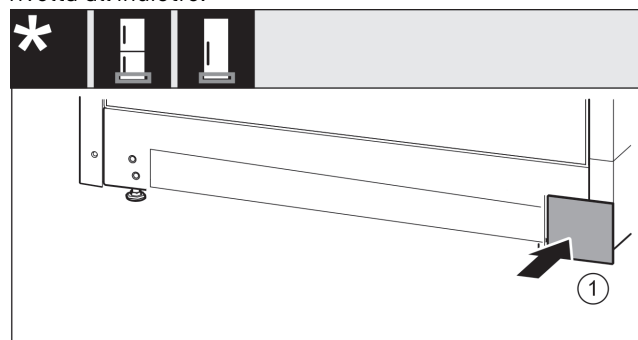

Fig. 19
- Riapplicare la copertura Fig. 19 (1) sull'altro lato.